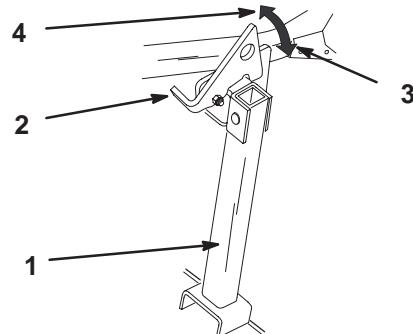

Figure 25
1. Relevez le verrou en position déverrouillée (Fig. 25).